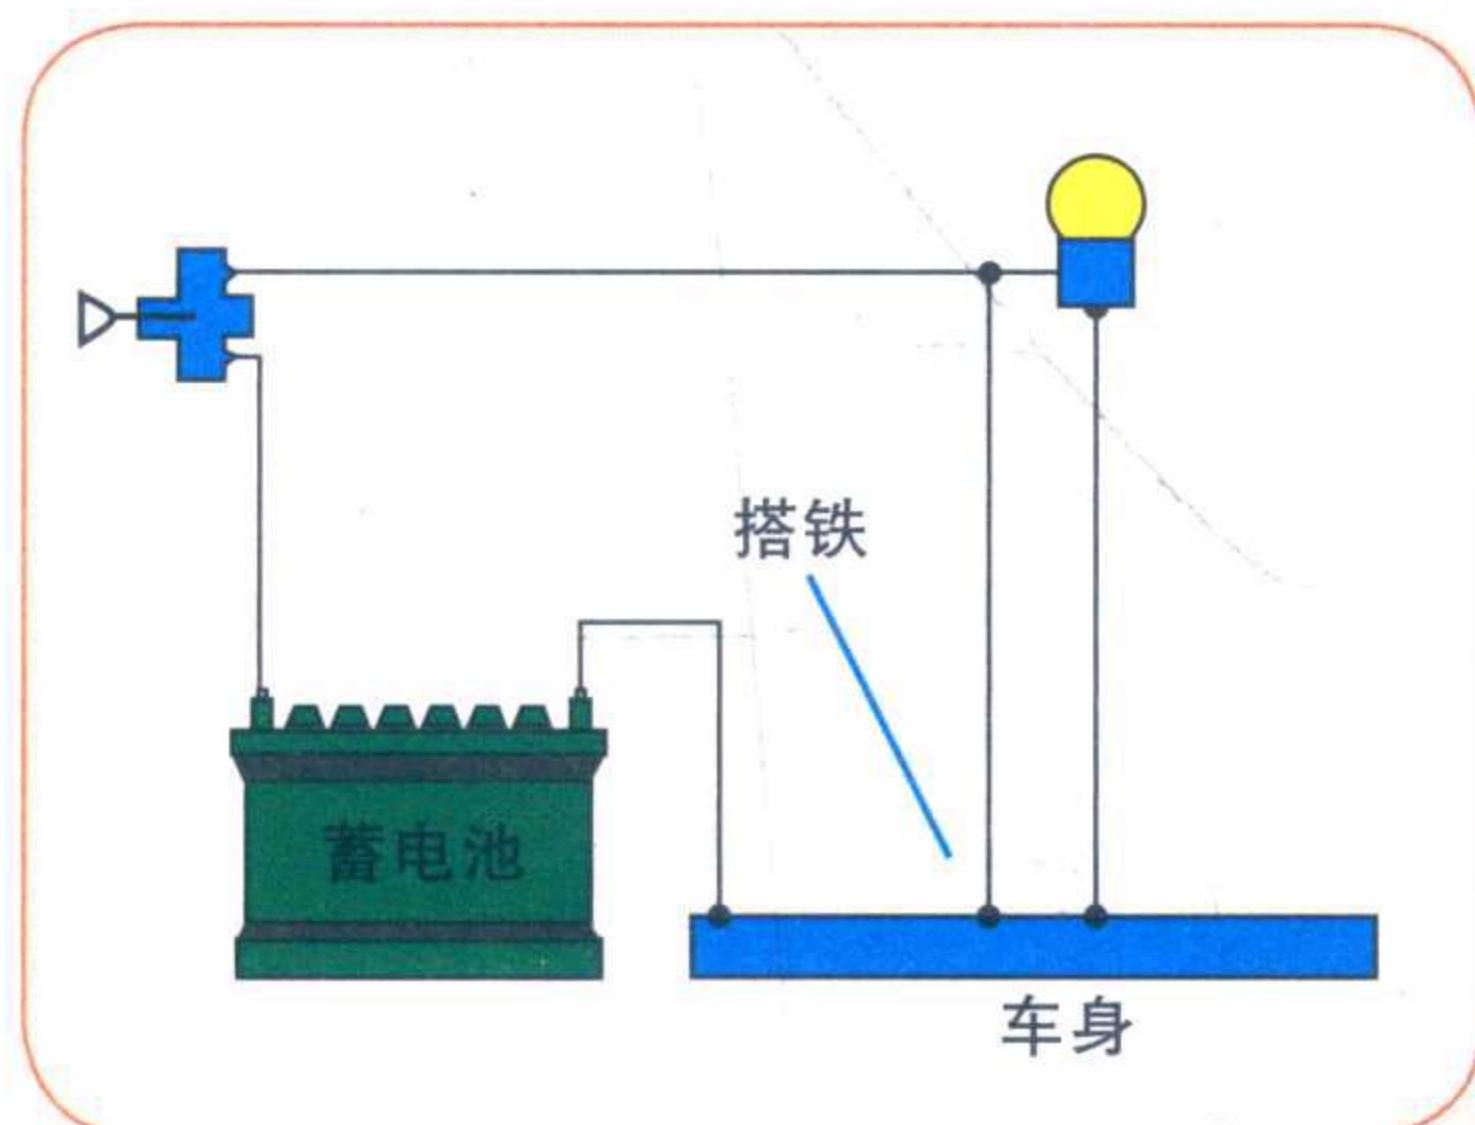

图 1-7 电源短路
1) 电源短路：即电流不经过任何用电器，直接由正极经过导线流回负极，如图 1-7 所示。电源两端的导线直接相连，输出电流过大对电源来说属于严重过载，如没有保护措施，电源或电器会被烧毁或发生火灾，所以通常要在电路或电气系统中安装熔断器、熔丝等保护装置，以避免发生电源短路时出现不良后果。